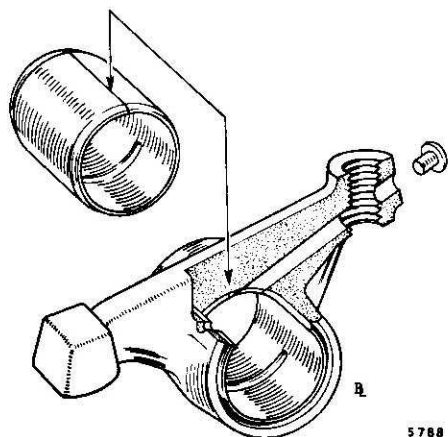
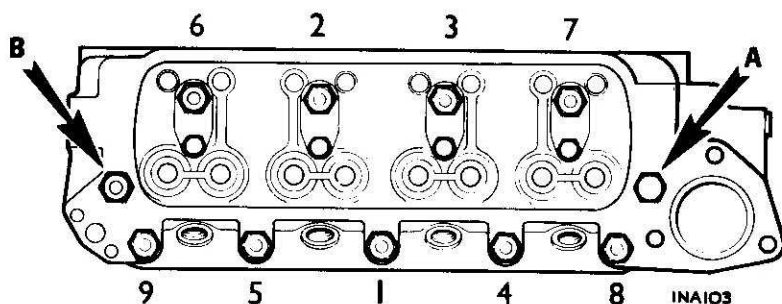

Fig. A.3
Fig. A.4
- (1) Staccare i filtri d'aspirazione d'aria (Sez. A.1)
- (2) Scaricare il sistema di raffreddamento (Sez. C.1)
- (3) Togliere il coperchio dei bilancieri.
- (4) Allentare in modo progressivo e nell'ordine indicato nella Fig. A.4 i dadi di fissaggio della testa cilindri e dei supporti dell'albero. Dopo aver fatto scaricare il carico dai dadi, svitare e rimuovere i dadi dei supporti dell'albero e staccare quindi l'albero ed i supporti.
- (5) Svitare la vite di bloccaggio dell'albero al supporto anteriore.
- (6) Estrarre la copiglia spaccata e le rosette dall'estremità anteriore dell'albero.
- (9) Estrarre la boccola usurata dal bilanciere e pressare in esso la boccola nuova con gli attrezzi 18G 226 e 18G 226A.
- (10) Posizionare il taglio longitudinale della boccola in alto, come indicato nella Fig. A.3.
- (11) Rimuovere la colonnetta di registrazione.
- (12) Asportare il tappo dall'estremità del bilanciere con una punta a forare di No.43 2,26 mm di diametro e continuare la canalizzazione per la lubrificazione attraverso la boccola.
- (13) Chiudere il foro fatto nell'estremità del bilanciere con un ribattino e saldare.
- (14) Forare la boccola anche in corrispondenza del foro esistente nella parte superiore del bilanciere con una punta da trapano N. 47 dal diametro di mm 1,98.
- (15) Alesare il foro della boccola sino a fargli assumere il diametro specificato nelle CARATTERISTICHE PRINCIPALI.
- (16) Eseguire le operazioni della scomposizione nell'ordine inverso.
- (17) Posizionare l'estremità tappata dell'albero ed il supporto forato sul lato anteriore del motore.
- (18) Serrare i dadi della testa cilindri e dell'albero portabilancieri alla coppia prescritta e nell'ordine indicato nella Fig. A.4.
- (19) Per far ruotare l'albero a gomiti, svitare le candele, ingranare la quarta e spingere la vettura in avanti. Questa operazione può essere effettuata sollevando da terra una delle due ruote anteriori e ruotandola sino a portare l'albero a gomiti nella posizione prescritta.
- (20) Far ruotare l'albero a gomiti sino a quando la punteria della valvola di cui si vuol registrare il gioco si venga a trovare in corrispondenza della base dell'eccentrico dell'albero di distribuzione, vale a dire sino a quando la valvola sia completamente chiusa. La posizione di chiusura della valvola non può essere controllata ad occhio nudo per cui, onde evitare di far ruotare l'albero a gomiti più di quanto sia necessario, effettuare la registrazione basandosi sui valori dei giochi di funzionamento espressi nelle CARATTERISTICHE TECNICHE.
- (21) Tener ferma la vite di registro ed allentare il dado di bloccaggio. Introdurre uno spessimetro tra lo stelo della valvola e la punta del bilanciere e ruotare la vite, nel senso di avvitare o di svitare, sino a quando sia possibile far scorrere lo spessimetro.
- (22) Rimontare il coperchio dei bilancieri, dopo aver eventualmente sostituito la guarnizione, ed abbassare la vettura al suolo (se questa fosse stata previamente sollevata).
- (7) Scollegare l'astina di comando del correttore d'anticipo a depressione e togliere il coperchio dei bilancieri.
- (8) Cooper "S". Prima di allentare i dadi della testa cilindri, svitare e quindi rimuovere il bullone A ed il dado B.
- (9) Allentare in modo progressivo e quindi rimuovere i dadi della testa cilindri nell'ordine inverso di quello indicato nella Figura A.4.
- (10) Staccare l'albero portabilancieri, le aste la piastrina d'ancoraggio del radiatore alla sede della valvola termostatica.
- (11) Scollegare il manicotto superiore del radiatore ed allentare la fascetta che fissa il tubo di by-pass tra la pompa dell'acqua e la testa cilindri.
- (12) Scollegare il tubo dell'acqua del riscaldatore ed il cavo di comando dal rubinetto situato sul lato posteriore della testa.
- (13) Sfilare la testa dai prigionieri di fissaggio. Se non è possibile separarla dal blocco, battere dei colpettini leggeri ai quattro angoli con una maz-
- (14) Eseguire le operazioni del distacco nell'ordine inverso e:-
- (b) serrare in modo progressivo i dadi della testa cilindri e dell'albero portabilancieri alla coppia prescritta, riportata nelle CARATTERISTICHE PRINCIPALI. L'ordine di serraggio deve essere quello indicato nella Fig. A.4.
- Cooper "S". Il bullone ed il dado addizionali (Fig. A.4) debbono essere serrati per ultimi.